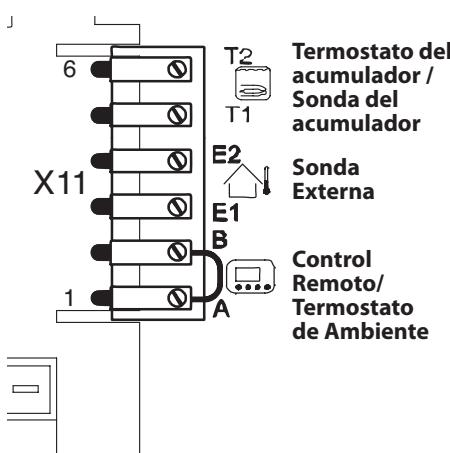

Figura 5.22
Para conectar la sonda externa use los bornes indicados en la (Figura 5.22).
Para conectar el control remoto use los bornes indicados en la (Figura 5.22).
**El puente eléctrico presente entre "A y B" debe quitarse (Figura 5.22).**